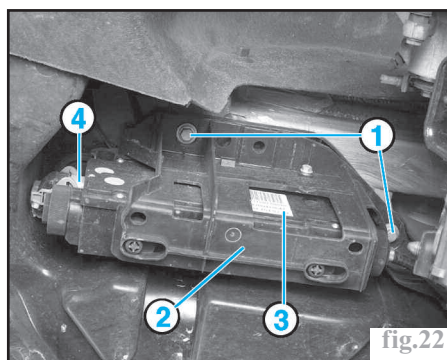
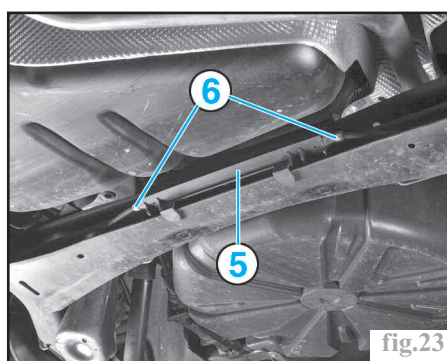

fig.22
fig.23
- déposer les deux vis de fixation (1) du support de calculateur (2) (fig.22),
- abaisser quelque peu le calculateur (3),
- débrancher le connecteur (4) du calculateur (3),
- glisser l'ensemble calculateur-boîtier de renvoi vers la gauche du véhicule, puis déclipper le couvercle du boîtier de renvoi (5) (fig.23),